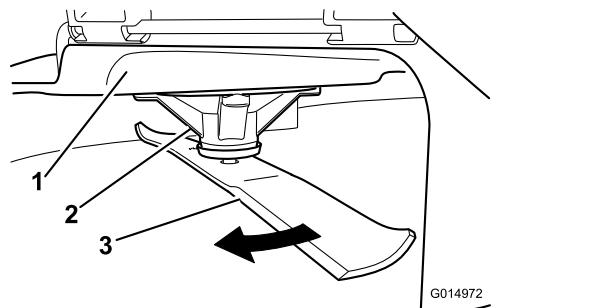

**Figura 59**
3. Distância medida entre a lâmina e a superfície (A)
4. Rode a mesma lâmina 180 graus para que a extremidade de corte oposta fique na mesma posição (Figura 59).